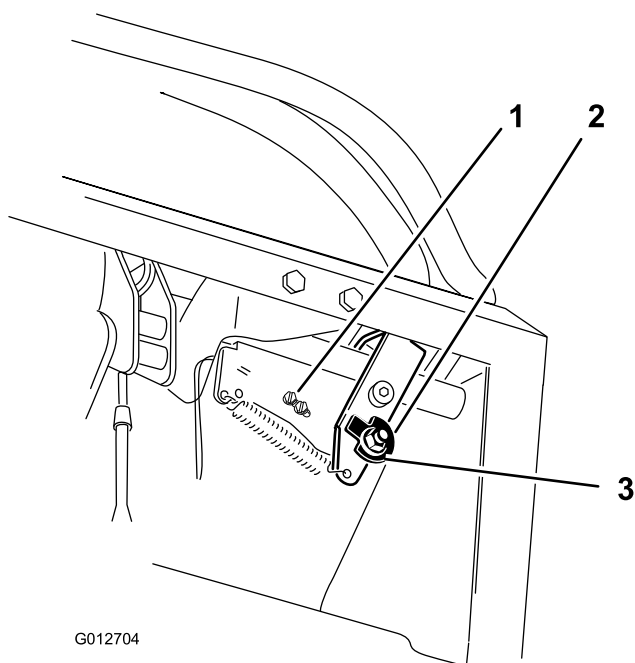
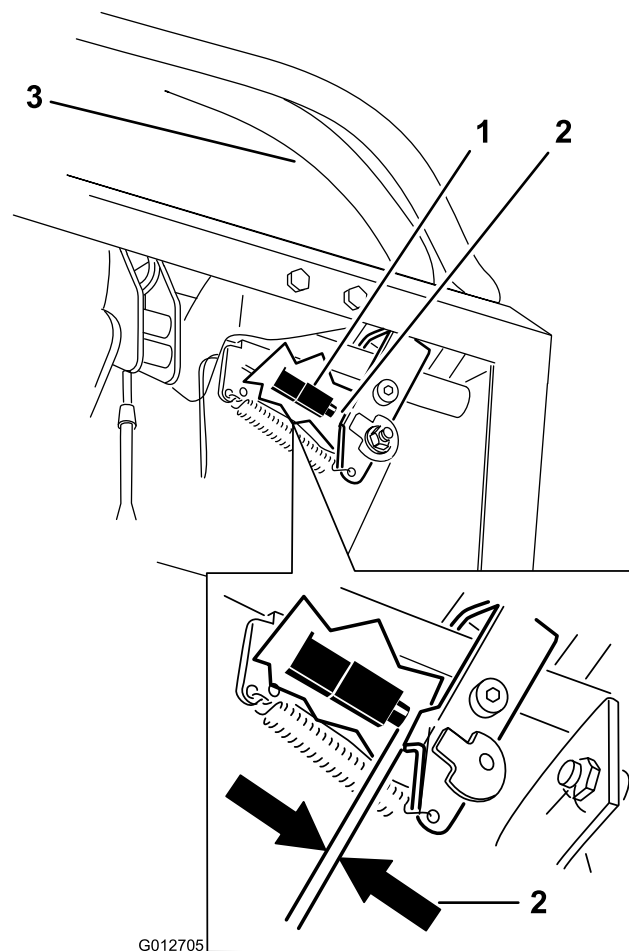

Figura 67
Figura 68
7. Afloje la tuerca que sujeta la leva (Figura 67).
10. Compruebe la distancia entre la palanca de control y el interruptor, según se muestra en Figura 68. El espacio debe ser de 3 mm (1/8 pulgada) con la palanca de control de movimiento derecha en la posición de bloqueo/punto muerto.
11. Si es necesario, afloje los tornillos que sujetan el interruptor, y ajuste el interruptor (Figura 67 y Figura 68).